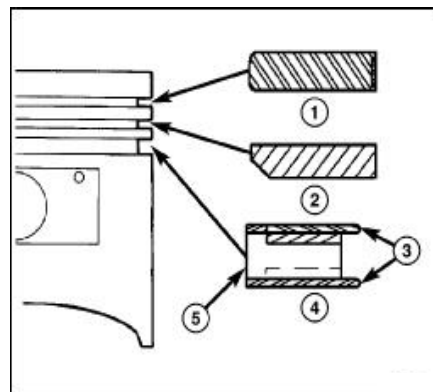

图. 89 活塞环安装
(2) 拆卸上/下机油环侧梁。
(3) 清除活塞上的积碳(图. 89)。